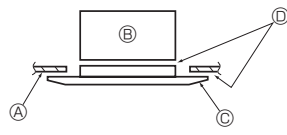

Fig. 7-7
7.3.3. Fixation de la grille (Fig. 7-7)